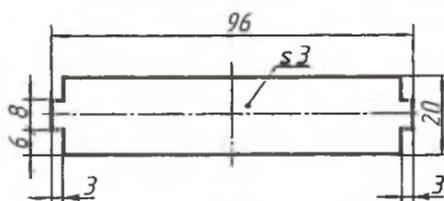

Рис. 25. Чертеж передней и задней частей кузова
2. Выполнить изготовление передней и задней частей кузова в следующей последовательности (рис. 25):